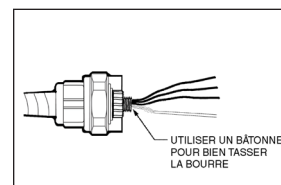

Figure 1a
- Bien tasser la fibre de bourrage dans tous les espaces entre les conducteurs et les corps. Séparer les brins du conducteur de terre non isolé au besoin (Figure 1a).